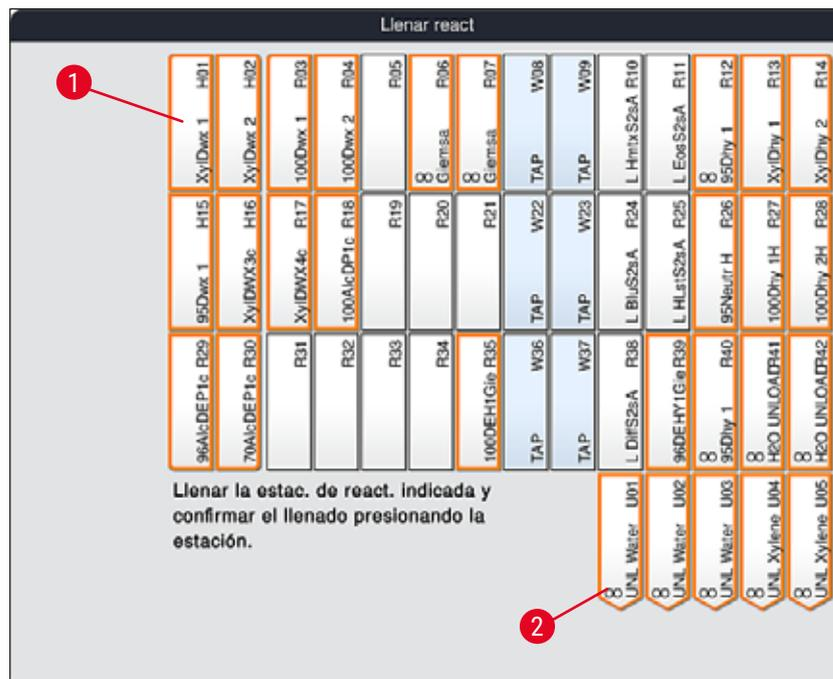

Fig. 56
2. En la nueva ventana **Llenar react** (→ "Fig. 56"), las estaciones que se deben llenar están marcadas en naranja (→ "Fig. 56-1").
Solo los reactivos definidos por el usuario y añadidos de los programas de tinción Leica se muestran con una marca naranja (→ "Fig. 56"). Los reactivos del kit de reactivos Leica se escanean posteriormente (→ P. 85 – Llenado de reactivos del kit de reactivos Leica).